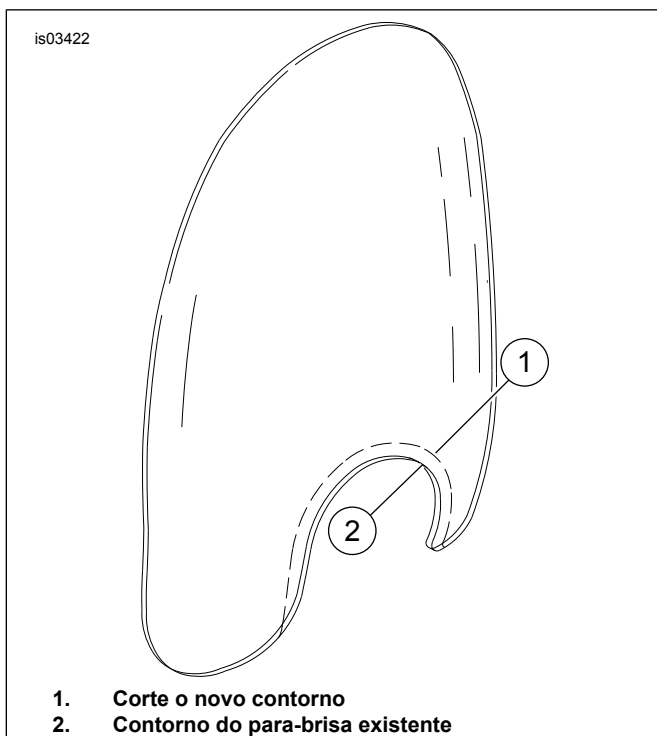

Figura 9. Aparo de um para-brisa removível
1. Veja Figura 9. Cubra os 51 mm (2 pol.) inferiores do para-brisa mais perto do contorno do farol dianteiro nos dois lados do para-brisa com duas camadas de fita. Esta fita fornece uma superfície para marcar o corte novo, assim como mantém o corte limpo durante o processo.
2. Marque o novo local de corte ao longo, e aproximadamente 31,75 mm (1-1/4 pol.) do contorno do farol dianteiro existente como mostrado na Figura 9. O novo corte é mostrado na Figura 9 como uma linha pontilhada (1).